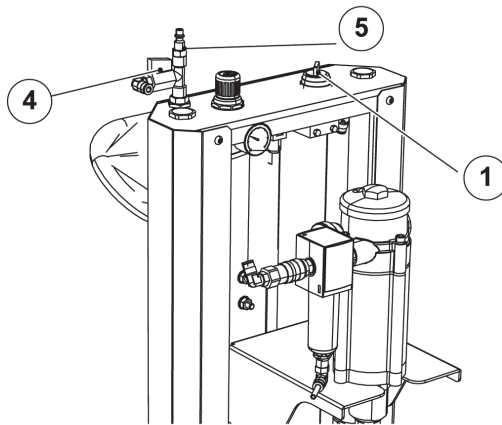
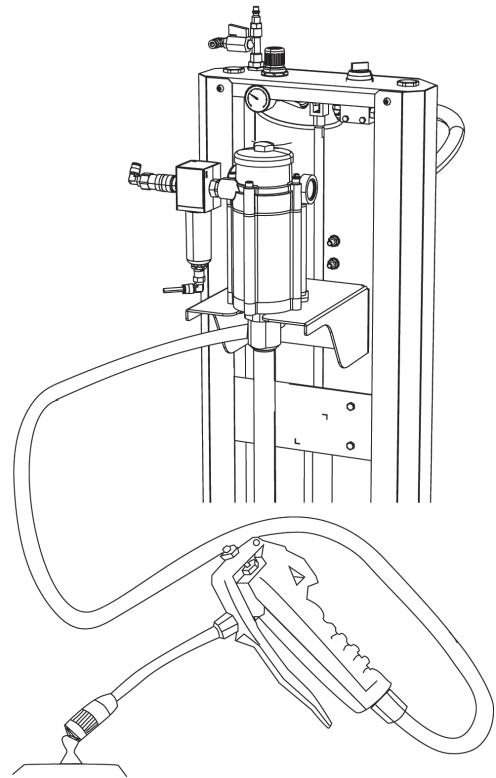

Fig. 9
Fig. 10
1. Switch the lifter control (pos. 1) to "down" position. The pump will be primed while the actuator compresses the grease (fig. 9).
2. Start the pump opening the pumps valve (pos. 4), and increasing the pressure with the regulating filter gradually. The pump starts operating. Be aware that the pressure in the pump is the air line one.
3. Use the unit as required. For example with its grease hose and control gun, (supplied with model 424060) only (fig. 10).
1. Seleccione la posición "down" en el mando del elevador (pos. 1). El plato comprimirá la grasa cebando la bomba (fig. 9).
2. Arranque la bomba con la válvula de la misma, (pos. 4), y regule la velocidad de la bomba con el filtro regulador. Recuerde que esta está alimentada a la presión de la línea de aire comprimido y no a la del elevador.
3. Use la bomba de la manera que usted requiera, como por ejemplo usando una manguera y pistola de grasa (suministrada sólo con el modelo 424060) (fig. 10).
3. Usar a propulsora para fazer a lubrificação no ponto desejado, utilizando o comando de graxa, fornecido junto com o modelo 424060 (fig. 10).
When the amount of the remaining grease in the pail is ending, the pump starts to work very quickly. Stop your work immediately closing the pump air inlet (pos. 4) (fig. 9). Remember that the lifter is still connected to the air inlet pressure. To remove the pail:
Cuando observe que la bomba no es capaz de suministrar grasa y el plato aparenta estar en el fondo del bidón, cierre la válvula de alimentación de la bomba (pos. 4) (fig. 9). Recuerde que cerrando únicamente la válvula de alimentación de la bomba el elevador sigue estando alimentado.